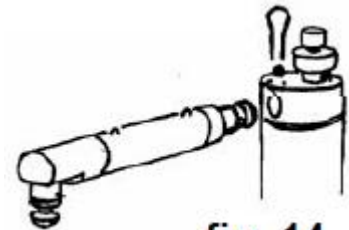

fig. 14
② ガーニッシングノズルとロックングデバイスを外し、ホイッピングシステム(先端部)をバルブヘッドから取り外してください。(fig.14)